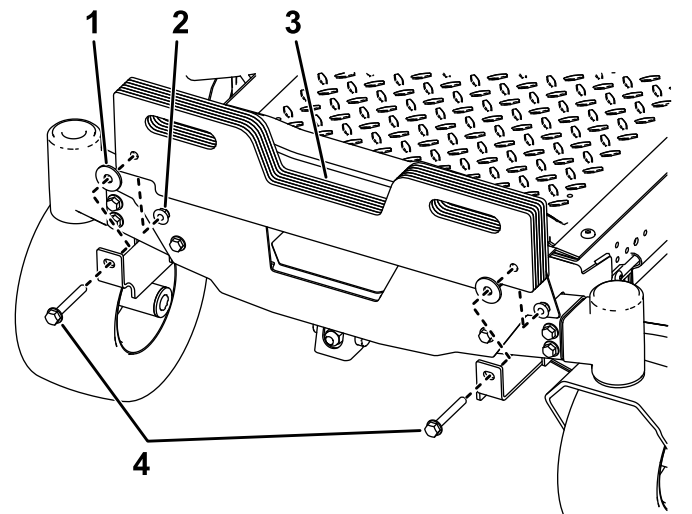

Figura 13
5. **Solamente máquinas con ensacador instalado:** Instale los pesos de maletín adicionales (incluidos) en la máquina usando 2 pernos ($\frac{3}{8}$ " x $3\frac{3}{4}$ ") que sean necesarios según la tabla siguiente (Figura 13).